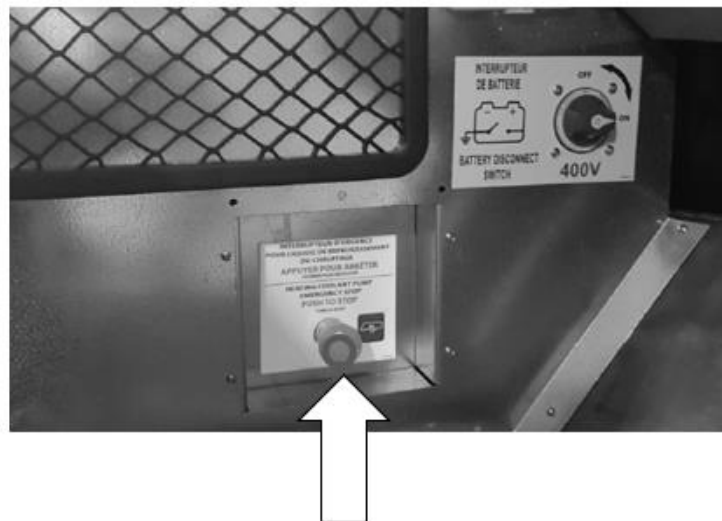

Figure 4 - Arrêt d'urgence du système de chauffage
15. Localisez le bouton d'arrêt d'urgence du système de chauffage sur le côté gauche de conducteur et appuyez dessus (figure 4).